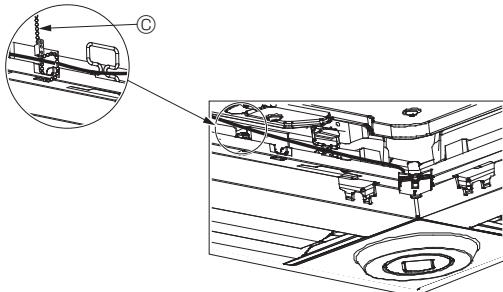

Fig. 6-13
- Sujete los cables del sensor i-See y del receptor de señales en el panel con el remache de la forma mostrada en el diagrama procurando que queden tensos, y luego corte el sobrante en el extremo del remache. (Fig. 6-13)
- Si la posición del sensor i-See ha cambiado de “○” (E) a “□” (F), cambie los ajustes de los interruptores. (Consulte la página 11).